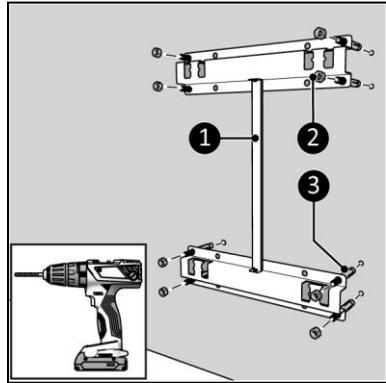

Figura 8
1. Amplașați suportul de perete, cu orificiile suportului în partea de sus și marcați cele opt găuri (Figura 8).
3. Introduceți șuruburile de ancorare (Figura 8, poz. 3).
4. Fixați suporturile de perete (Figura 8, poziția 1) cu cele opt piulițe (Figura 8, poziția 2).